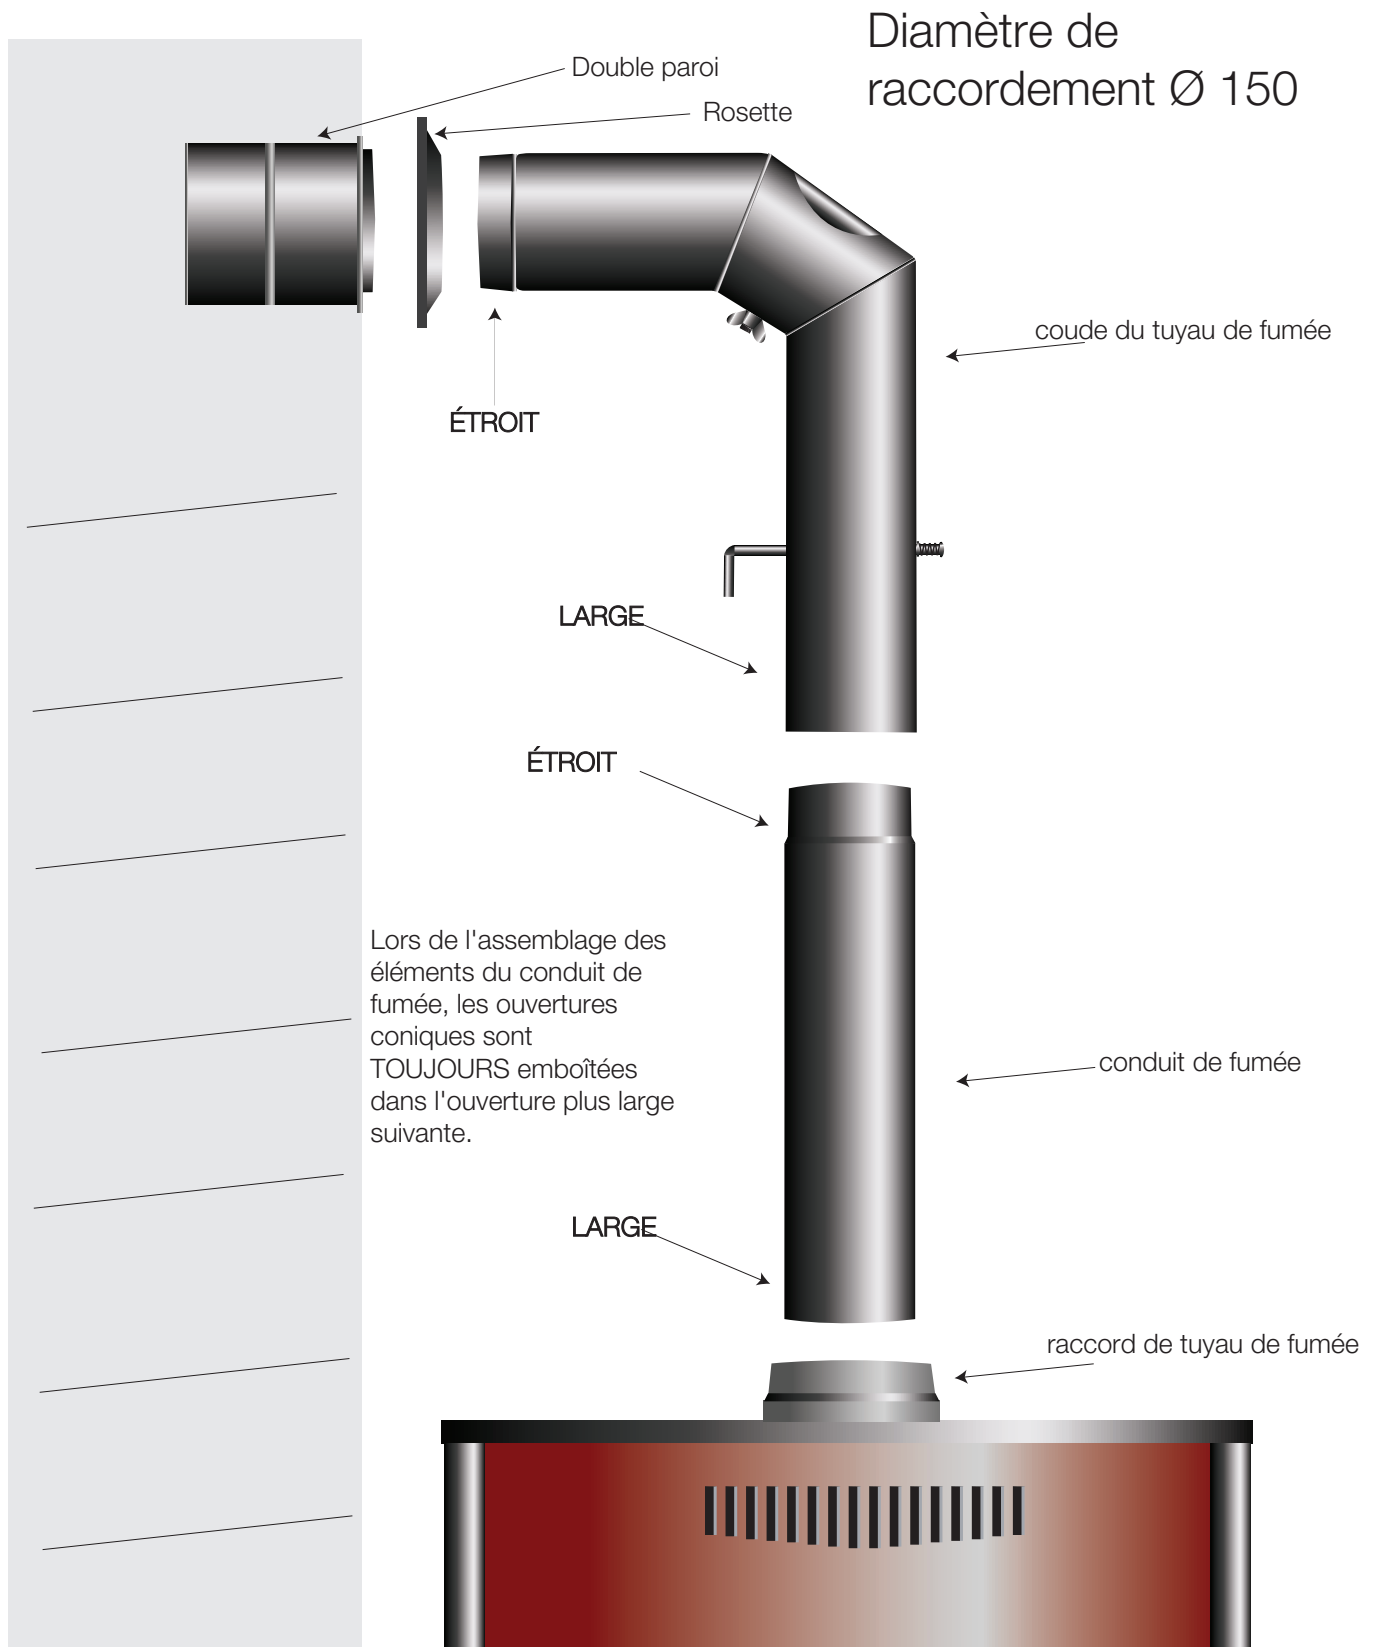

Figure 4 Raccordement du poêle à bois à la cheminée
5. Figure 4 Raccordement du poêle à bois à la cheminée	Page 7